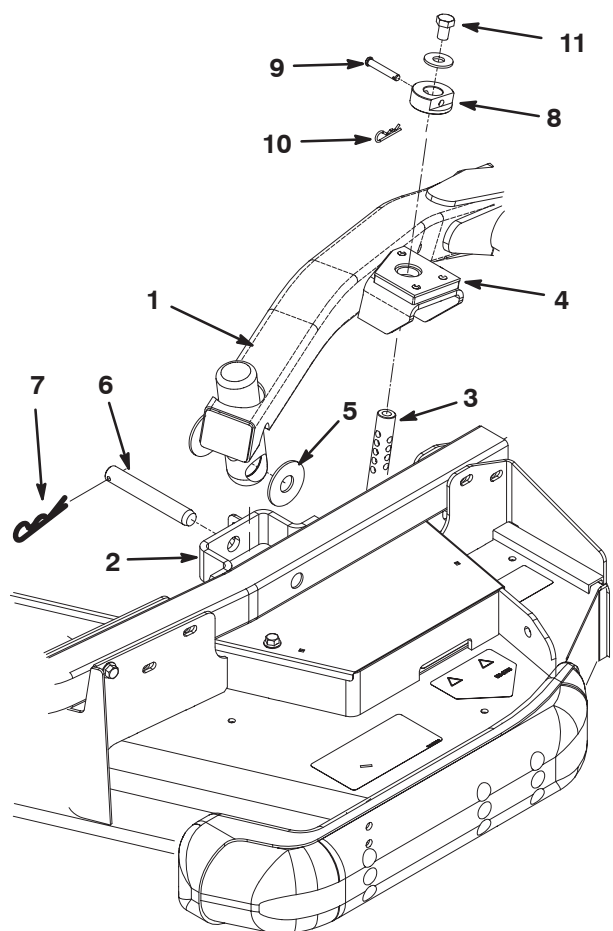

Figure 29
4. Placez le levier de levage en position de flottement. Poussez un bras de levage vers le bas jusqu'à ce que ses trous soient alignés sur ceux du support du bras pivotant ; la tige de réglage de hauteur de coupe peut alors être introduite dans les patins du bras de levage (Fig. 29).
5. Fixez le bras de levage au bras pivotant avec (2) rondelles de butée, un axe de chape et une goupille fendue. Interposez les rondelles de butée entre le bras de levage et le support de bras pivotant (Fig. 29). Insérez l'extrémité de la goupille fendue dans la fente de la patte du bras pivotant pour retenir la goupille fendue.
9. Montez les bagues de hauteur de coupe sur les tiges de hauteur de coupe et fixez-les avec les axes de chape et les goupilles fendues (Fig. 29). La tête de l'axe de chape doit être dirigée vers l'avant du plateau.
10. Montez un boulon d'assemblage de 1/2 x 3/4 pouce et une rondelle sur chaque tige de hauteur de coupe (Fig. 29).